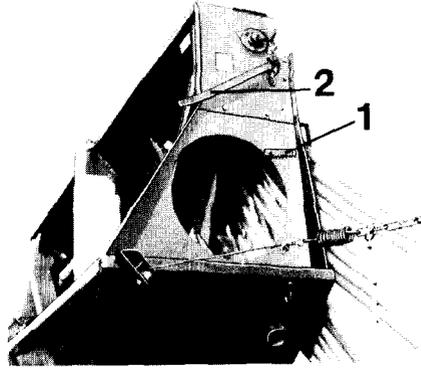

Abbildung 26
3. Den Bodenklappenhebel über den Einstellbereich (Abb. 26/1) hinaus nach links drücken (Abb. 26/2).